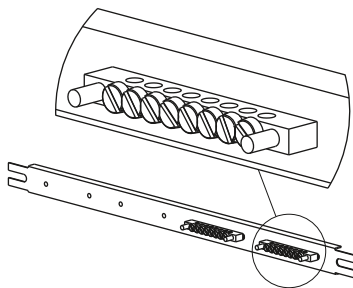

Рисунок 4
2.4 Установите на Рейке под шину "PEN", закрепив с помощью винтов М4х20 и шайб Ø4, две Ши́ны PEN 8/2 – для ЩЭ-2, три – для ЩЭ-3, четыре – для ЩЭ-4 (рисунок 4). Винтовое соединение согласно приложению Б.